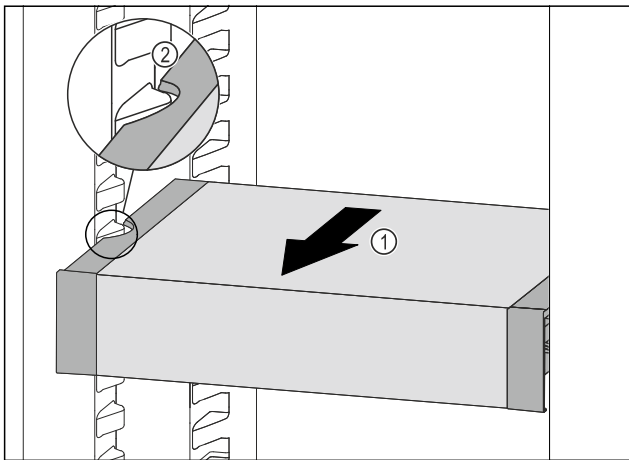

Fig. 45
- ▶ Тяните VarioSafe вперед Fig. 45 (1), пока боковые выемки VarioSafe не окажутся на высоте выступа резервуара в холодильном отделении. Fig. 45 (2)